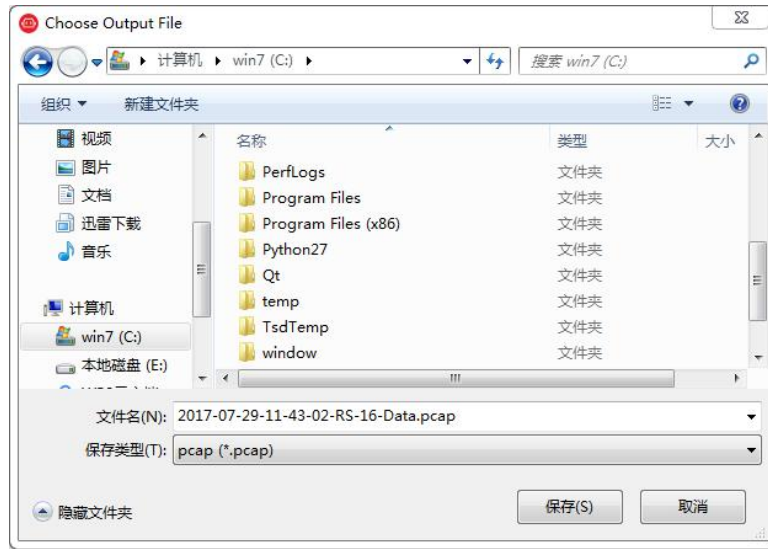

图 C-5 RSView 保存对话框
2. 在弹出的 **Choose Output File** 对话框中，选择需要保存的路径和保存的文件名后，点击 **Save** 按钮(图 C-5)。RSView 将开始将数据包文件写入目标 pcap 文件中。(注意：RS-LiDAR-16